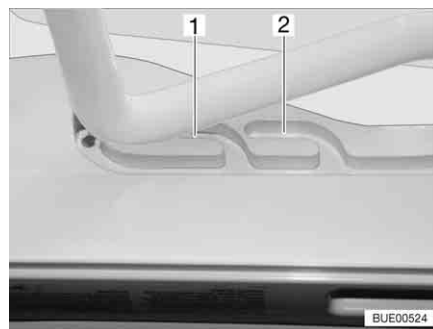
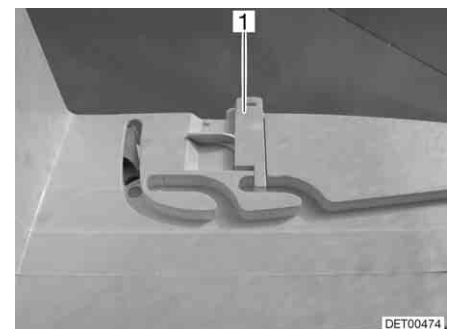

Fig. 118 Lanterneau Heki en position de ventilation
Fig. 119 Verrouillage position de ventilation
Il est possible d'amener le lanterneau Heki en deux positions de ventilation : Position pour mauvais temps (Fig. 118,1) et position intermédiaire (Fig. 118,2). Selon l'équipement, il est possible de verrouiller le lanterneau en position intermédiaire avec les deux verrous (Fig. 119,1) à gauche et à droite du cadre du lanterneau.
- Pousser légèrement l'étrier vers le haut, le pousser dans la glissière choisie (Fig. 118,1 ou 2) et le verrouiller si nécessaire.